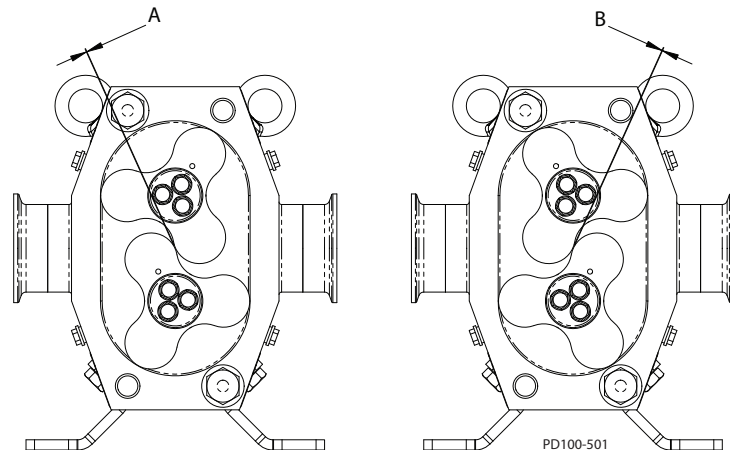

Abb. 63- Rotorspiel
10. Prüfen Sie das Spiel zwischen den Rotoren an der in Abb. 63 gezeigten Position.
11. Das in Abb. 63 gezeigte Spiel „A“ und „B“ muss an allen Positionen innerhalb der in Tabelle 11: aufgeführten Toleranzen liegen. Stellen Sie die Zahnradposition an der Antriebswelle wie erforderlich ein.